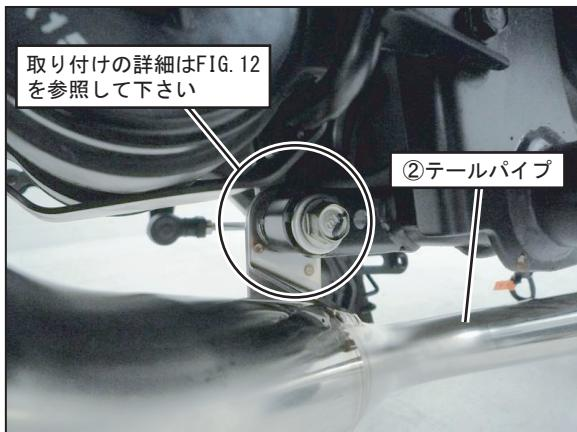

FIG. 11
9. ②テールパイプのステーを車両の取り付け位置に合わせ、純正ボルト、⑧平ワッシャM8×20、⑪フランジナットM8を使用して仮締めして下さい。（FIG. 11, 12参照）